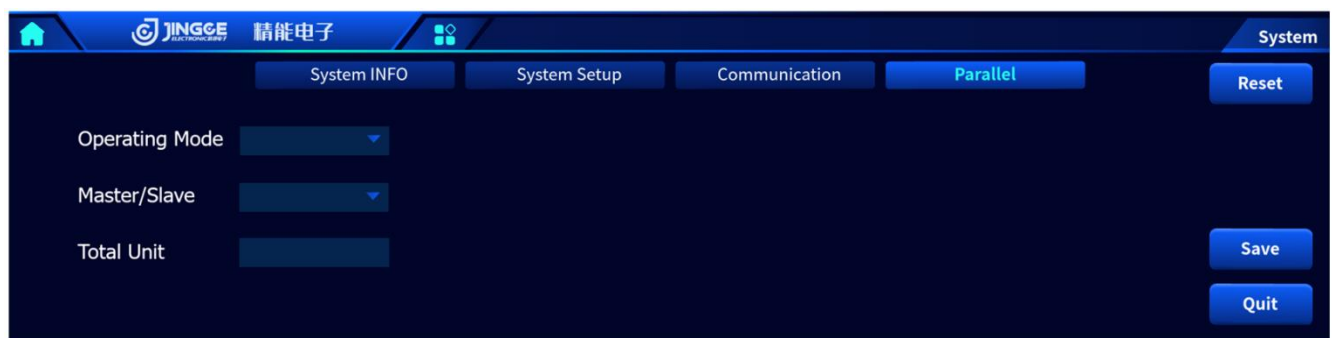

图 5-14
2. 再按下此 short 键即取消短路功能，显示屏界面上“Short”变为蓝色。如图 5-14 所示：